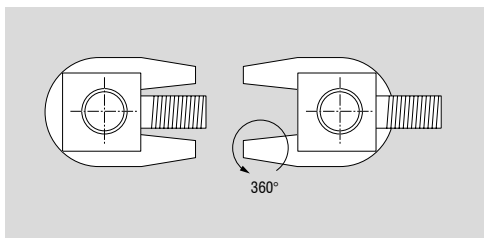

Fig. 5.2 La garra se puede girar 360°.
- La garra se puede girar 360°. Mediante el giro de 360° de la garra o de la placa base se garantiza un posicionamiento óptimo del gato (fig. 5.2).